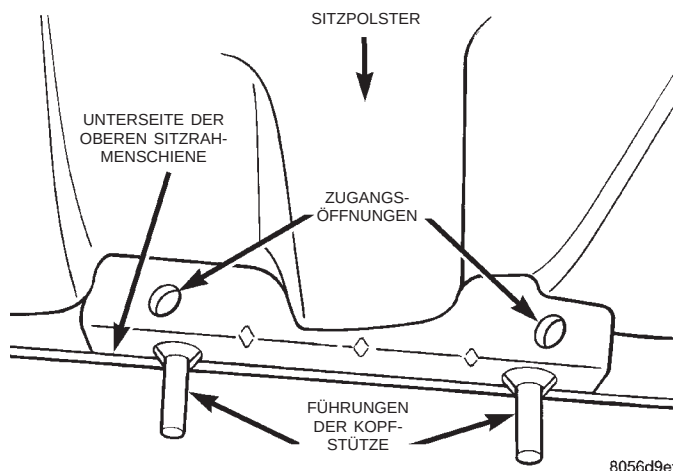

Abb. 10 Führungen der Kopfstütze
(12) Blende um die Webkante des Sicherheitsgurts an der Umlenkung des Gurtaufrollers lösen.
(13) Halteclips lösen, mit denen der Bezug an der Gurtaufrollerabdeckung befestigt ist.
(14) Führungen der Kopfstütze ausbauen (Abb. 10).